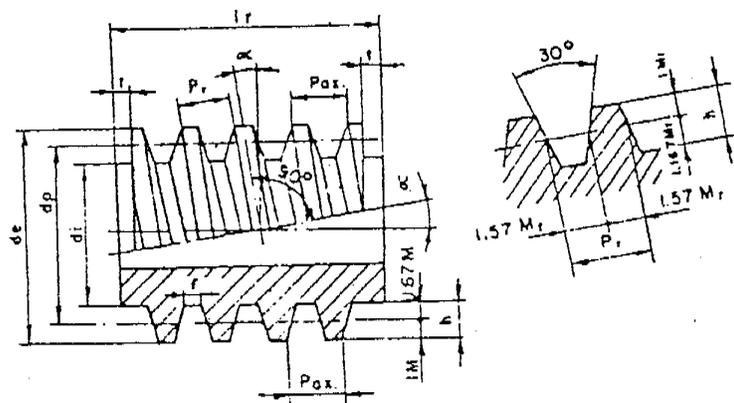

Figura 2
**PASO REAL**, en un tornillo sin fin de un filete ( o de una entrada ), es la distancia comprendida entre dos filetes consecutivos medida sobre el " perfil real " del filete ( Figura 2 ).
**PASO AXIAL**, en un tornillo de un filete, es la distancia que existe entre dos filetes consecutivos medida sobre el " perfil oblicuo " del filete o sobre la generatriz del cilindro ( Figura 2 ). El paso axial (  $P_{ax}$  ) es :
- El perfil real del filete, se obtiene cortando el tornillo por un plano perpendicular a la inclinación del filete. Este perfil es de una cremallera, cuyo ángulo de presión es  $15^\circ$ , con una altura ( h ) igual a 2,16 módulos reales de la rueda ( Figura 2 ).
- El perfil oblicuo del filete, se obtiene haciendo un corte según el eje del tornillo, dando una cremallera más alargada ( Figura 2 ).